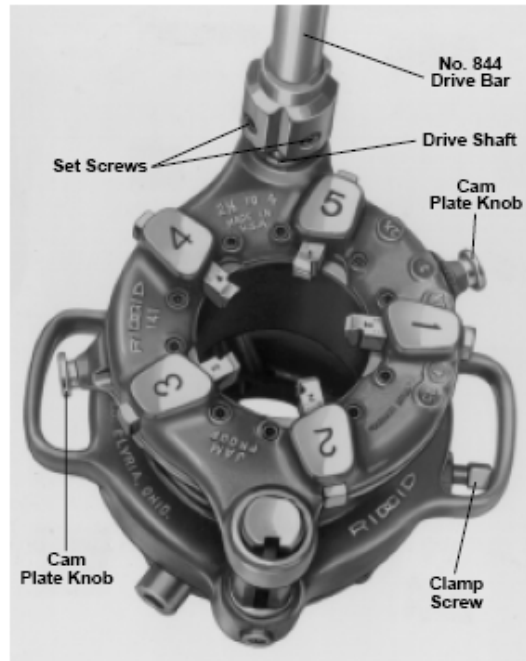

图 18 — 141 齿轮套丝器
2. 见图18，压下凸轮板的按钮，调整到合适的尺寸，释放按钮。